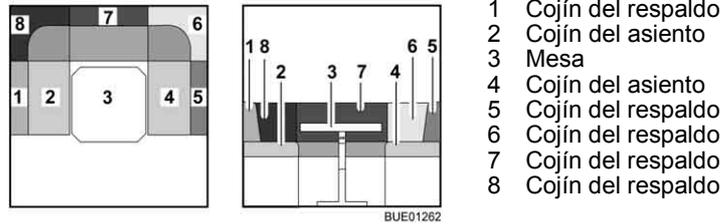

Fig. 75 Antes de la transformación
- Transformar la mesa (Fig. 75,3) en base de cama (véase apartado 6.10).